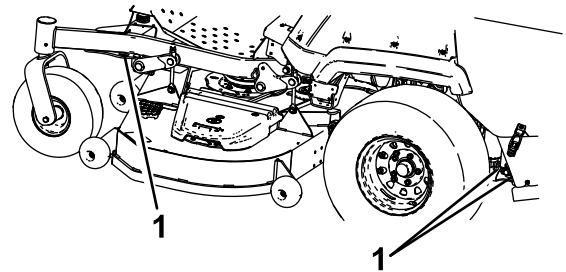

図 32
- 前キャストホイールおよび後部フレームを利用して機体をロープやチェーンなどで固定する 図 32。ロープ掛けや積荷固定については各地域の法令などに従ってください。